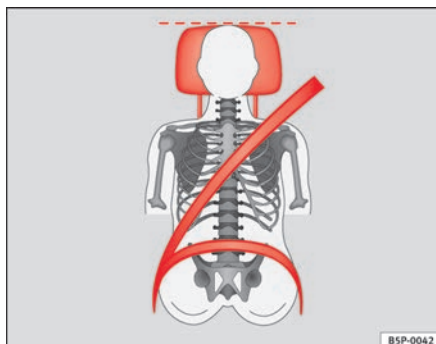
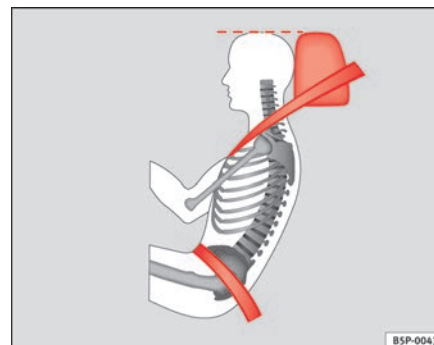

Fig. 91 Visto de frente: apoyacabezas y cinturón ajustados correctamente
Fig. 92 Visto de lado: apoyacabezas y cinturón ajustados correctamente
- Ajuste el apoyacabezas de modo que el borde superior del mismo quede a la misma altura que la parte superior de la cabeza, como mínimo a la altura de los ojos ⇒ **fig. 91** y ⇒ **fig. 92**.